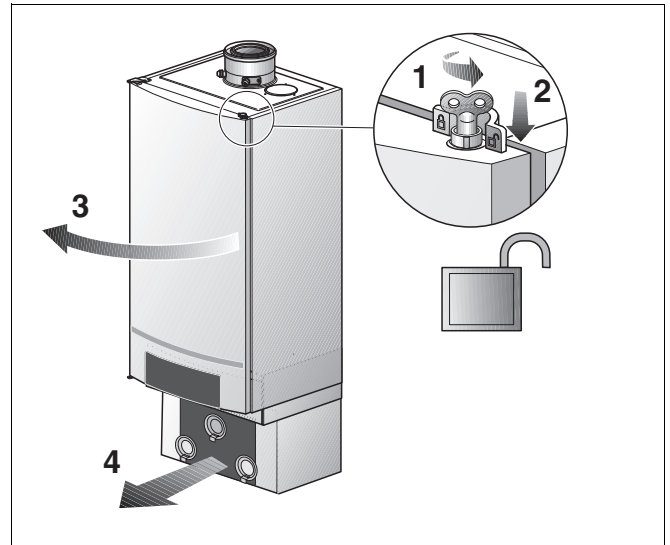

Bild 105 Öppna panndörren
- Vrid panndörrens lås ett kvarts varv med avluftningsnycklen (bild 105, **förstoring**).
- Tryck låset nedåt (bild 105) och öppna panndörren.